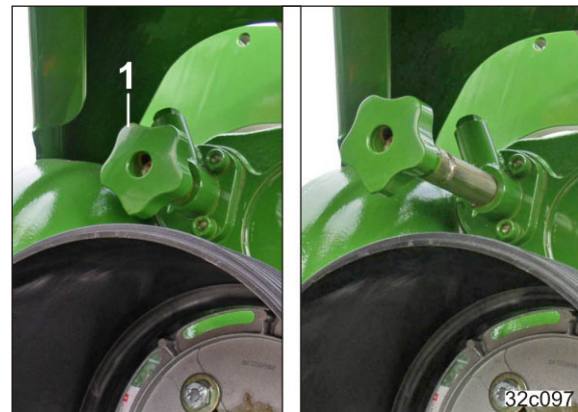

Fig. 32
- Schalten der Gänge mit dem Schalthebel (Fig. 32/1) im Zweigang-Schaltgetriebe